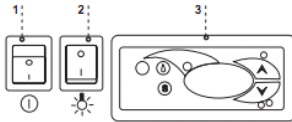

Abb.7 Steuerungspaneel
9. Nachtblenden einbauen Abb.7/1;2 (S.33)
- Hauptschalter-Taste drücken Abb.7/1 (S.31), dadurch wird das Einschalten des Thermostats und Aggregats gelöst
- Auf der Temperaturregelung Abb.7/3(S.31) die Temperatur einstellen (für Bedienung siehe S.35 oder 36)
- Beleuchtungs-Taste drücken Abb.7/2 (S.31)